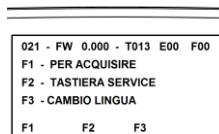

Fig. 3
- Premere il tasto associato al simbolo **F1** entro 10 secondi (Fig.3), compare un'altra videata (Fig.4).